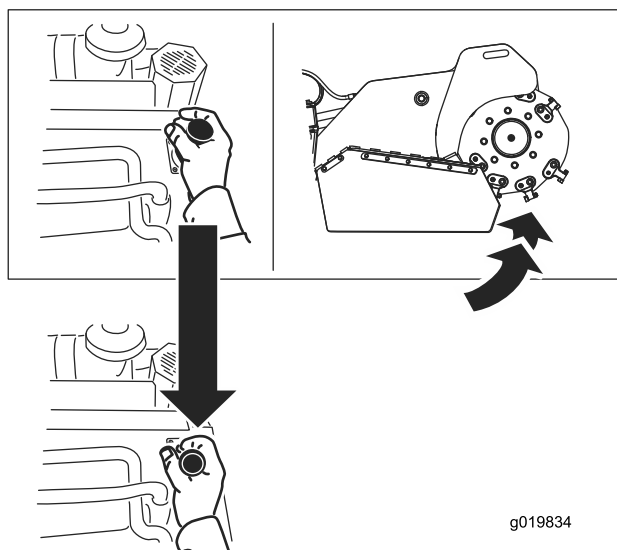

Figura 14
- Per sollevare la tranciatrice, portate la leva indietro (Figura 14).